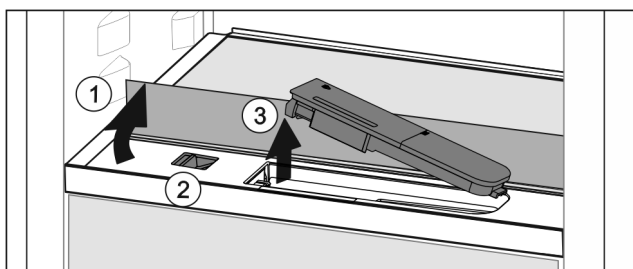

Fig. 127
- Levante la plancha de cristal y pliéguela hacia atrás hasta que haga tope Fig. 127 (1).
- Desplace el control deslizante Fig. 127 (2) hacia la izquierda.
- Retire el depósito de agua Fig. 127 (3).